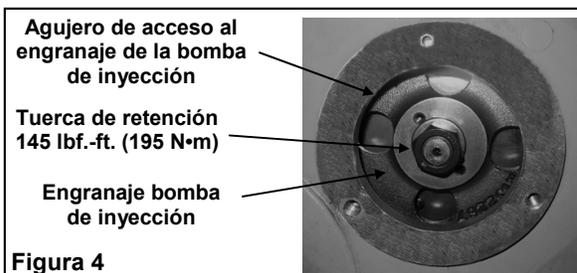

Figura 4
4. Instale el engranaje impulsor de la tuerca de retención y la arandela (Figura 4). Por ahora no aprete la tuerca.